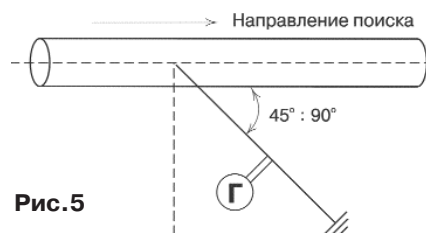

Рис.5
- штырь заземления максимально удалить от исследуемого кабеля (трубопровода);- угол между выходным проводом и направлением поиска в месте подсоединения генератора к кабелю должен составить 45 ... 90 град рис. 5;